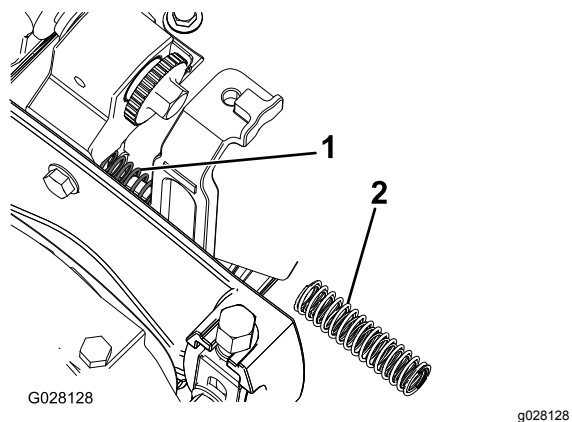

Figura 7
5. Utilice un alicate de punta fina para retirar el muelle de compresión existente en ambos lados de la unidad de corte, y sustitúyalos con los muelles de compresión interior y exterior nuevos (Figura 7).